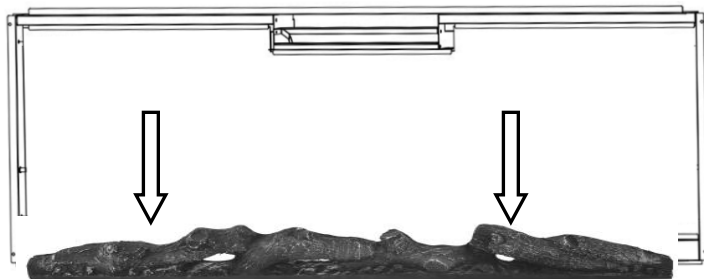

рис. 6-1. (муляж дров)
B. Извлеките набор дров (J) из упаковки, положите его в предназначенное в камине место. **рис. 6-1.**